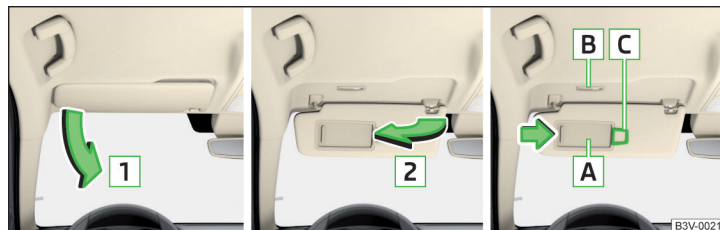

Abb. 62 Blende herunterklappen / Blende hochklappen / Make-up-Spiegel mit Leuchte und Parkzettelhalter
**Bedienung und Beschreibung der Sonnenblende** » Abb. 62